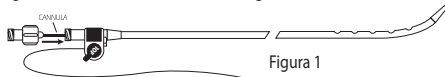

Figura 1
5. Far scorrere il raddrizzatore di pigtail lungo la parte distale del catetere per raddrizzare la curva prima di posizionare la cannula di rinforzo nel catetere. Mettere la cannula di rinforzo nel catetere e stringere gli accessori del blocco luer. Vedere figura 1.